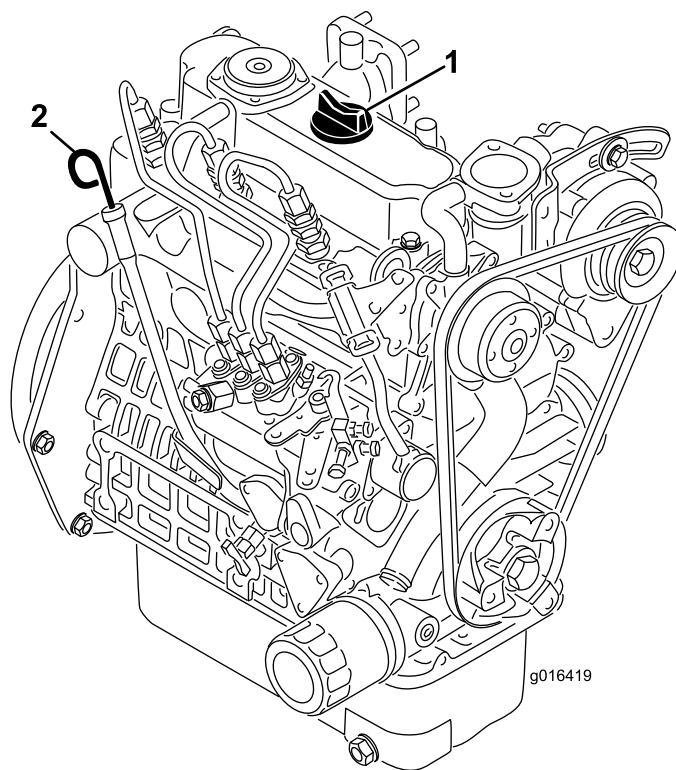

Рисунок 22
2. Выньте щуп и протрите его чистой ветошью (Рисунок 22). Вставьте масломерный щуп в трубку и убедитесь, что он посажен до упора. Выньте щуп из трубки и проверьте уровень масла. Если уровень масла низкий, снимите крышку заливной горловины и **медленно** долейте масло так, чтобы его уровень доходил до отметки Full (Полный) на щупе. Заливайте масло медленно и во время процесса часто проверяйте уровень. **Не допускайте переполнения.**